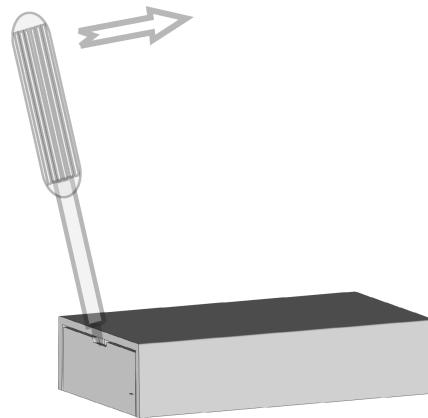

Figure 1: Ouverture du boîtier
- Ouvrir le boîtier en l'écartant. S'aider d'un tournevis plat fin si nécessaire (Figure 1).